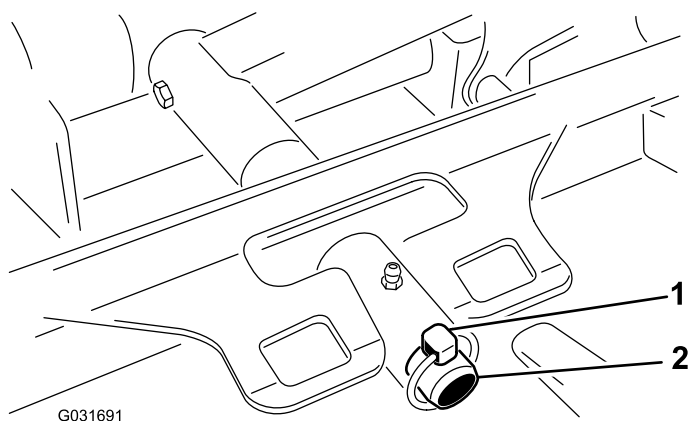

Figure 62
3. Retirez la goupille à anneau qui fixe le bâti porteur du plateau de coupe à l'axe de pivot du bras de levage (Figure 62).
3. Poussez le bâti porteur du plateau de coupe sur la tige de pivot et fixez-le avec la goupille à anneau (Figure 62).